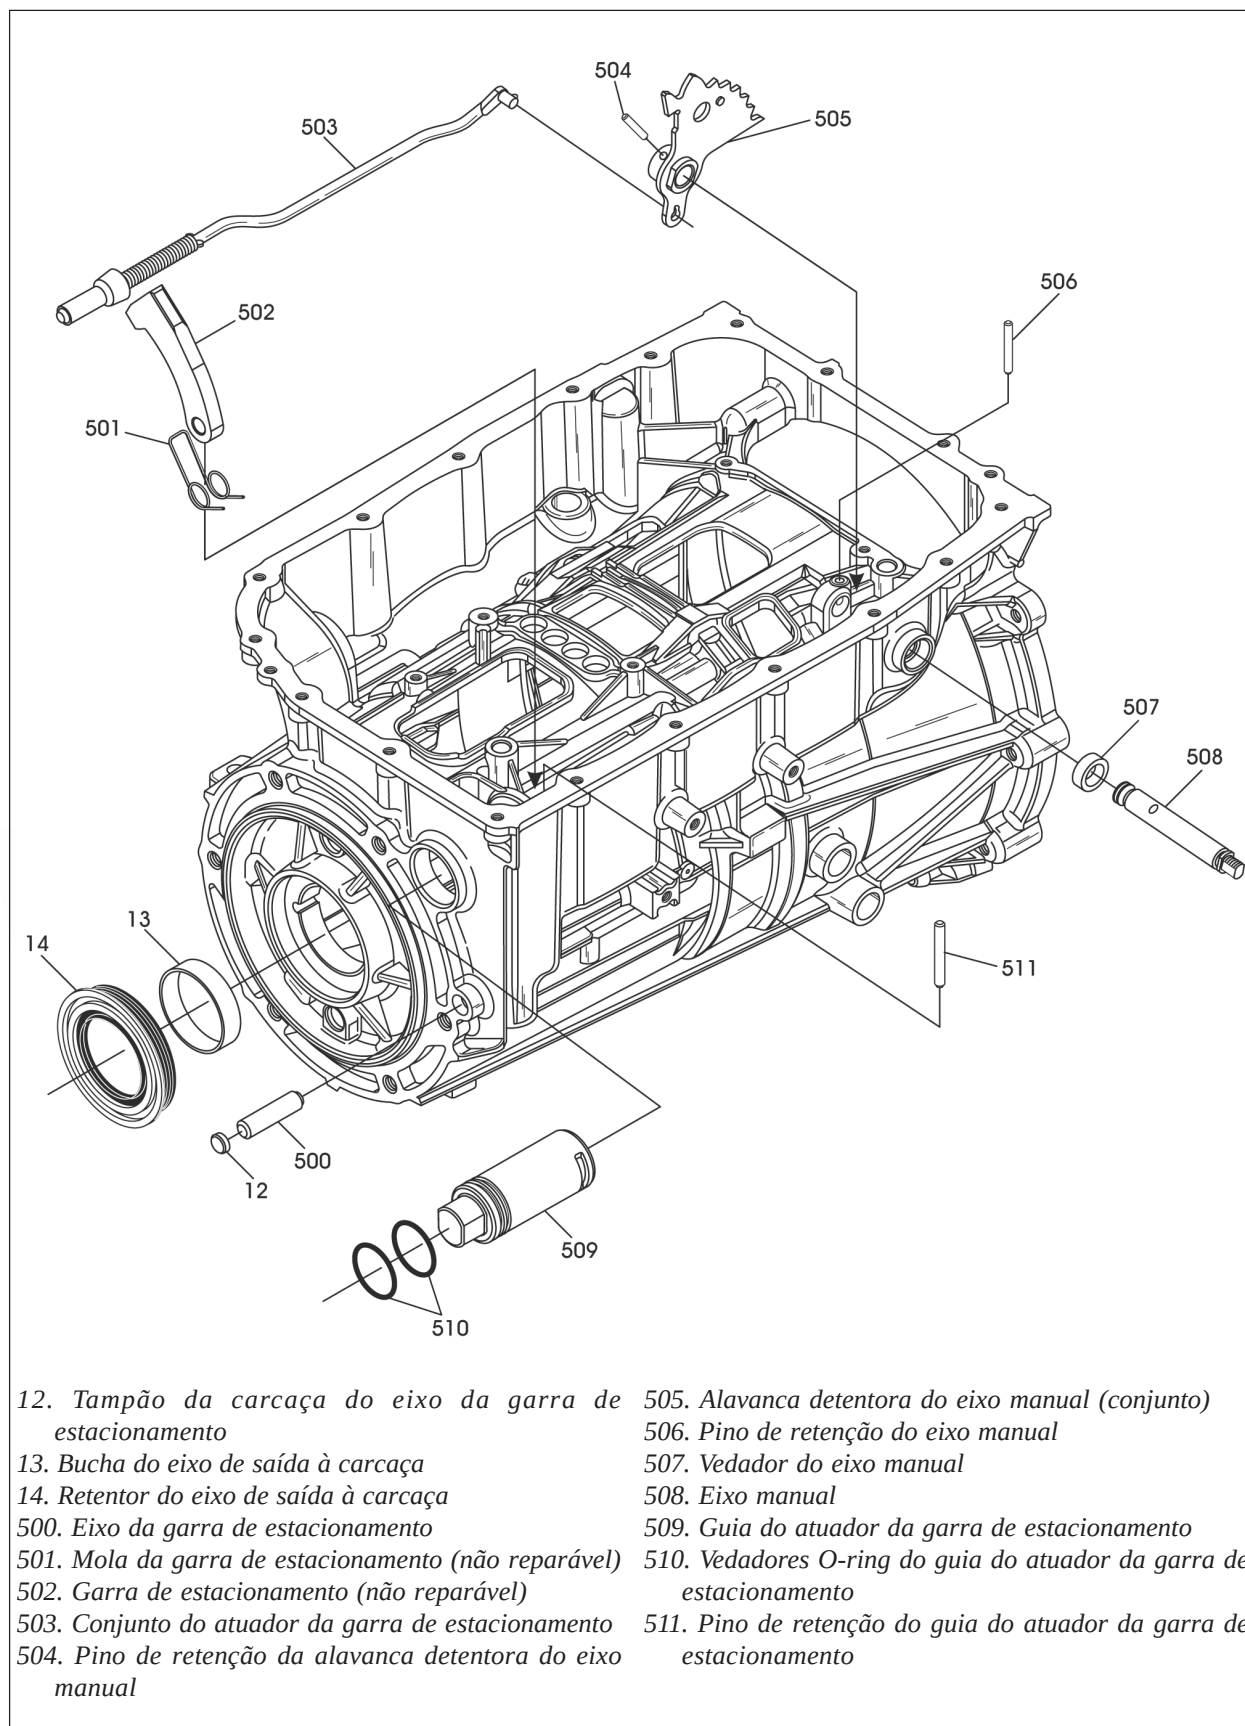

Figura 53
3. Remova o eixo manual da carcaça utilizando a figura 53 como guia, visto que os pinos podem ser removidos.
6. Reinstale o eixo manual e seus pinos trava, utilizando a figura 53 como guia.